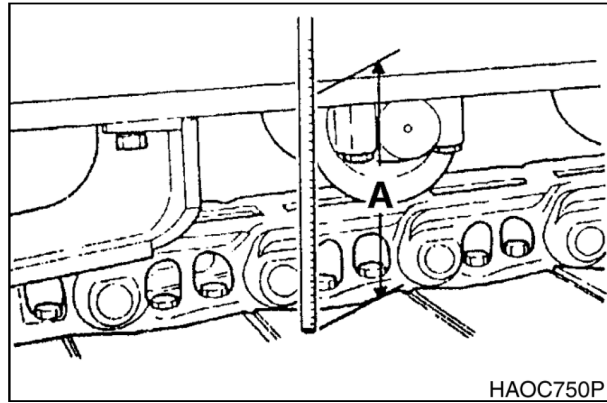

Рис. 2
2. Измерить расстояние (А, рис. 2) между нижней частью боковой рамы и верхней частью нижнего ходового башмака. Рекомендуемое натяжение для работы на поверхности любого типа 380 - 430 мм.